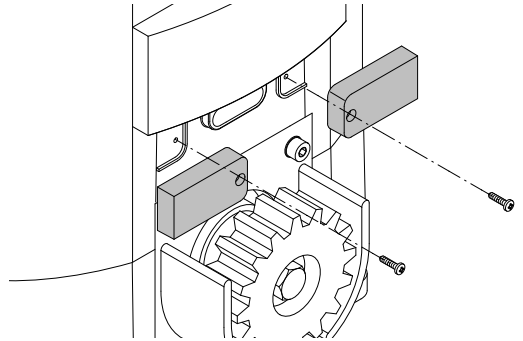

Fig.4
- 3 Die Kabel der Sensoren durch die Kabelsitze ziehen und die Halterungen der Sensoren an die Endschaltereinheit laut Angabe der Abb. 4 befestigen.